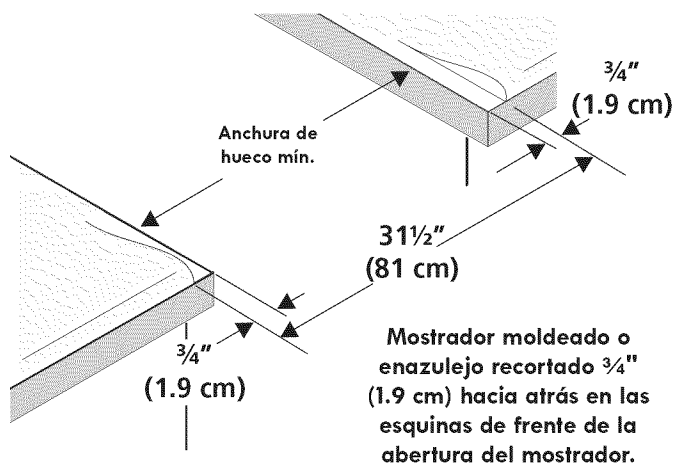

Figura 3
Este electrodoméstico está fabricado con un suministro eléctrico neutro blanco y un alambre de cobre conectado al armazón. El armazón está puesto a tierra por un enlace de la conexión a tierra con la conexión del neutro al final de la línea eléctrica, si es usado en los estados unidos una nueva instalación de circuito de bifurcación (1996 NEC), casa rodante, vehículos recreacionales, o donde los códigos locales no permitan poner a tierra mediante el neutro (blanco) o en Canadá, desconectar la conexión blanca de la verde y utilizar la conexión a tierra para poner a tierra la unidad de acuerdo a los códigos locales, conectar el neutro al circuito de bifurcación- conductor neutro de manera usual. Ver Figura 4. Si su electrodoméstico va a ser conectado a una caja de conexión puesta a tierra de 3 cables (en los estados unidos solamente), donde los códigos locales permitan conectar el conductor de poner a tierra-electrodoméstico con el neutro (blanco) ver Figura 3.
- El reborde de frente de mostradores moldeados deben tener bordes moldeados a $\frac{3}{4}$ " (1.9cm) a partir de cada extremidad de la apertura (Figura 3).
- Los mostradores enazulejos deberán necesitar un recorte de $\frac{3}{4}$ " (1.9 cm) a partir de cada extremidad y/o un borde redondeado aplanado (Figura 3).